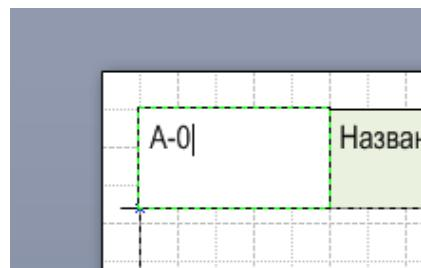

Рисунок 4.3
- 3) Для изменения текстового наполнения верхней части бланка необходимо воспользоваться командой «Текст» вкладки «Главная». Далее, с помощью инструмента необходимо выделить левый верхний блок текста «Уровень процесса» и ввести A-0. (рис. 4.3)